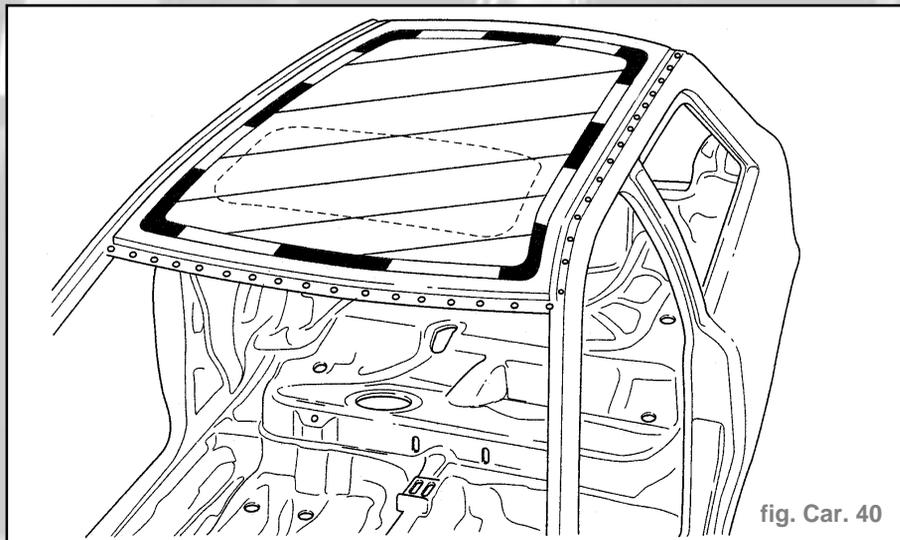

fig. Car. 40
- Découper grossièrement le pavillon (fig. Car. 40).